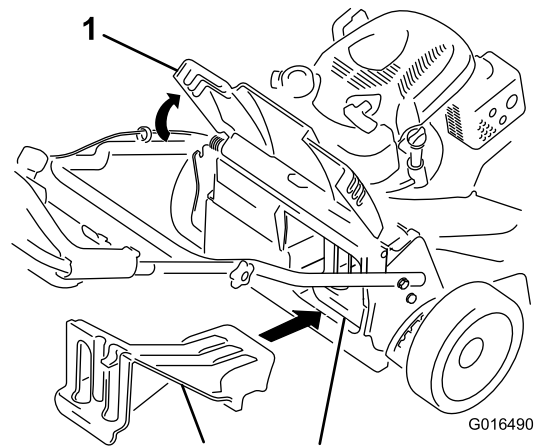

Figura 24
- Se il coperchio di scarico posteriore non è installato, afferratelo dalla maniglia, sollevate il deflettore posteriore e inseritelo nel condotto di scarico posteriore fino a bloccare il fermo in posizione; vedere Figura 24.
**Importante:** Prima di riciclare lo sfalciato, verificate che il coperchio di scarico posteriore sia montato (Figura 24).